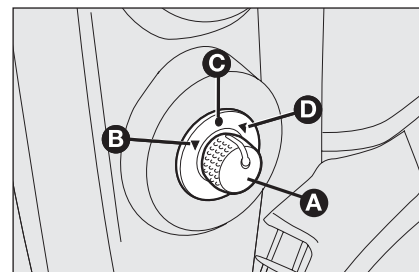

fig. 32
- sélectionner à l'aide du déviateur **A-fig. 32** le rétroviseur désiré (droit ou gauche):